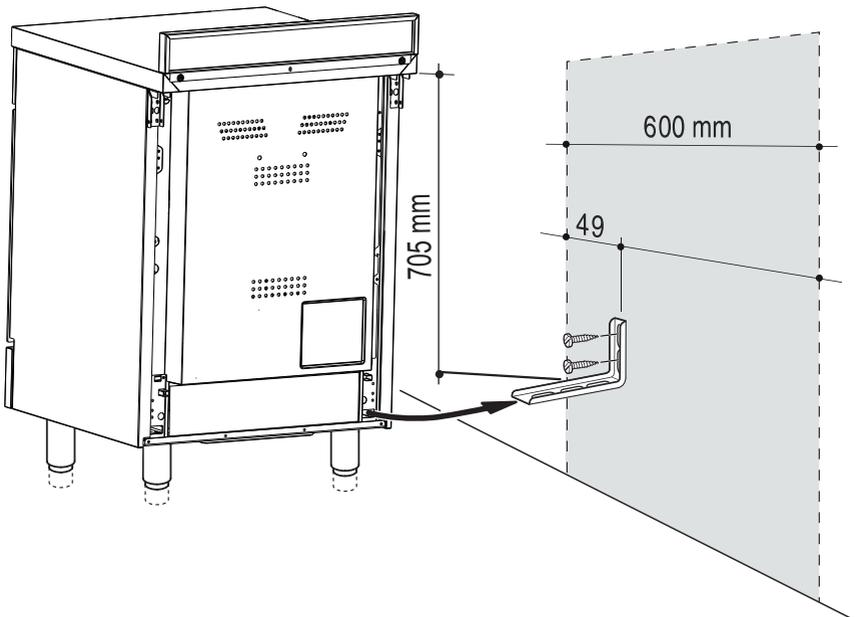

Fig. 1.9
1. Una vez que haya identificado dónde instalar la cocina, marque en la pared donde se deben fijar los dos tornillos para instalar el soporte antivuelco. Siga las instrucciones proporcionadas por la fig. 1.9.
4. Acerque la cocina a la pared y ajuste la altura del soporte antivuelco para que encaje en la ranura de la parte posterior de la cocina, como se muestra en la fig. 1.9.